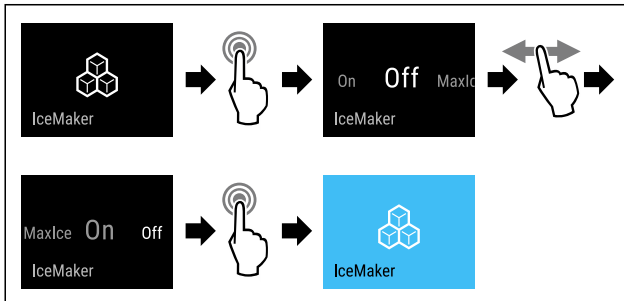

Fig. 16
- Proved'te akční kroky (viz Fig. 16).